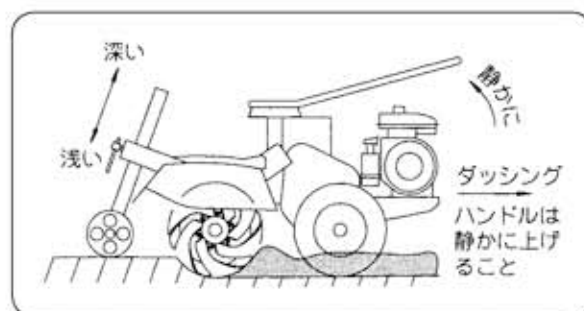

図29
- ① 前輪の上下によって作業深さが変わります。
- ② ロータリ側を下げるときはハンドルを静かに上げてください。硬い圃場で急にハンドルを上げるとロータリ爪の反力で機体が押し戻されけがをするおそれがあり危険です。(図29)